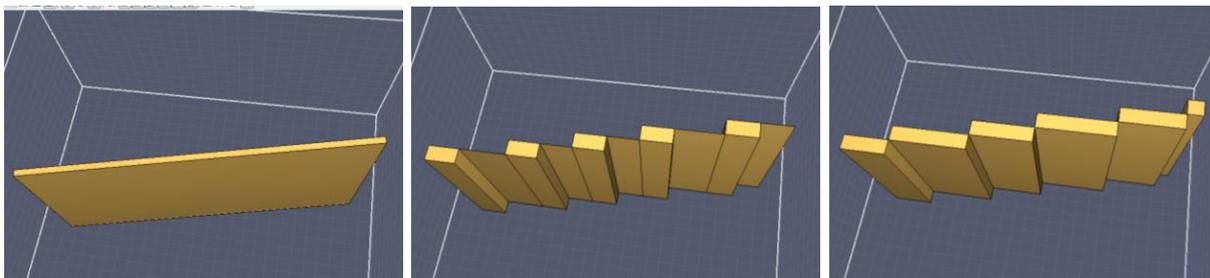

Рисунок 21-9 Эффект утолщения преобразованных блоков
- **Разрешить тонкие препятствия** (по умолчанию). Позволяет объектам быть тонкими, как показано на рисунке Рисунок 21-9. Это может переопределить включение свойства «утолщение» в свойствах препятствия1.